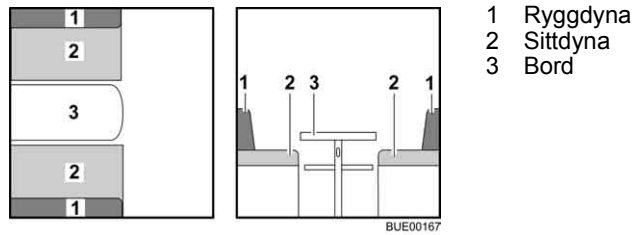

Bild 70 Före ombyggnaden
- Bygg om bordet (Bild 70,3) till sängbotten (se avsnitt 6.11).